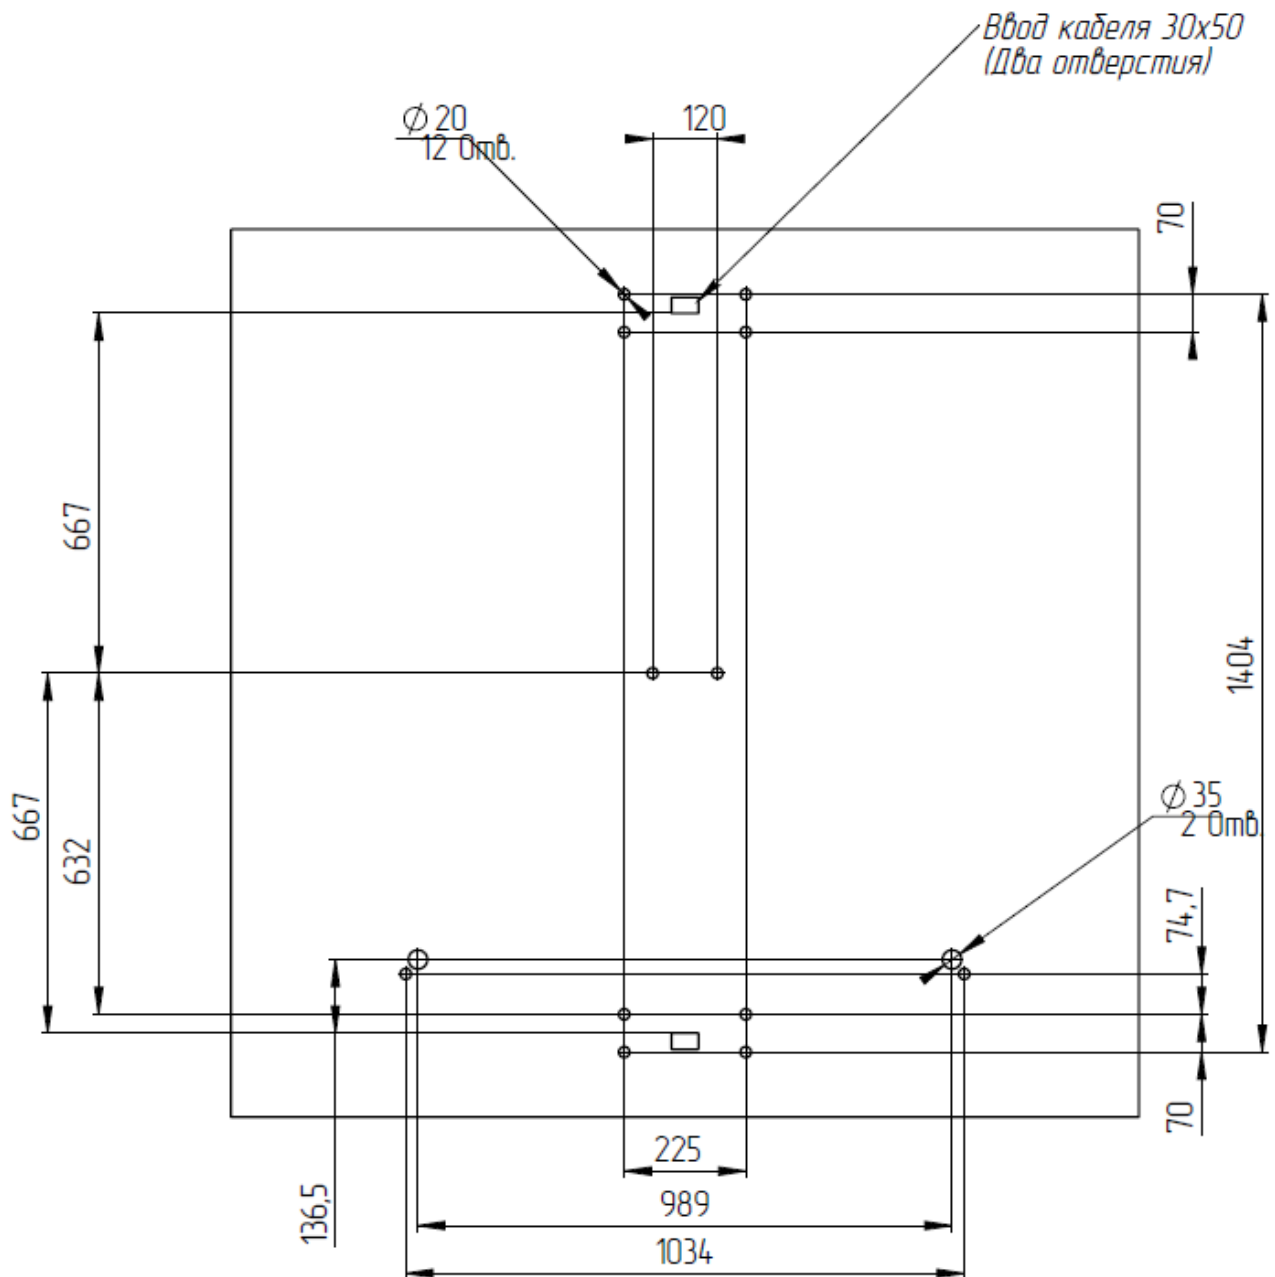

Рисунок 4 – Шаблон для установки турникета
4.2.4 Рисунок 4 – по установочным размерам, подготовьте 12 отверстий диаметром 18 мм в полу под анкеры крепления стойки турникета глубиной 80 мм.